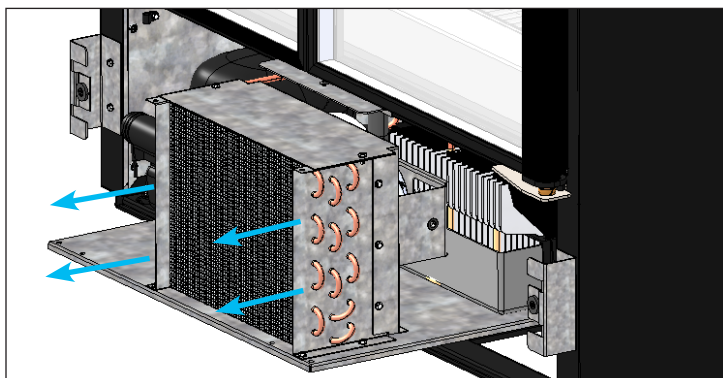

Fig. 6. Sortez l'unité de condensation avec soin en la faisant glisser.
7. Faites coulisser délicatement l'unité de condensation pour la sortir (les connexions tubulaires sont flexibles). Voir fig. 6. Soufflez doucement de l'air comprimé ou du CO₂ dans le serpentin jusqu'à ce qu'il soit nettoyé.